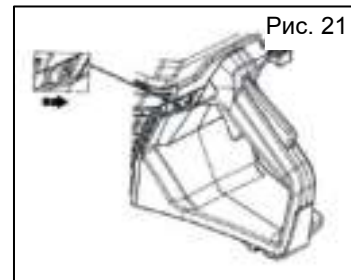

Рис. 21
9. Двигатель выключается переводом выключателя зажигания в положение «о» (Рис. 21).